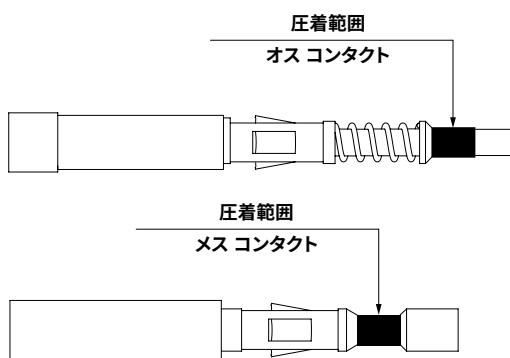

図. 4 - 圧着範囲
- CLPZ R圧着工具の仕様書は工具がどのように動作し、どのように圧着深度の調整およびロケータの調整を行うか記載しております。(図4参照)